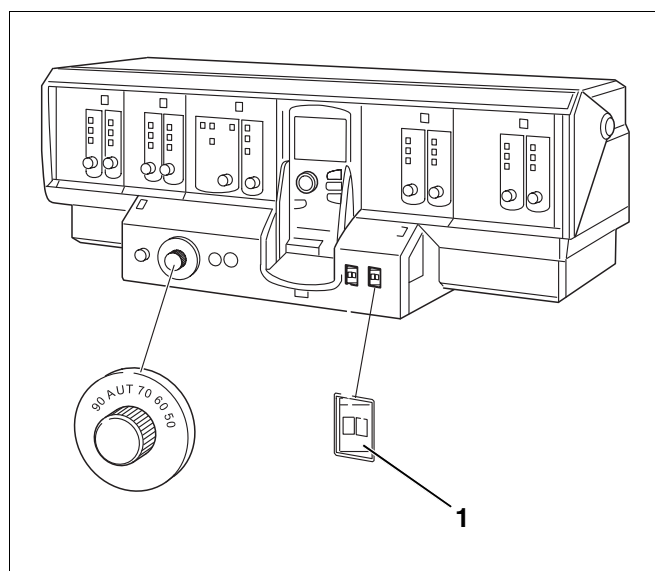

Fig. 49 Exemplificare: Logamatic 4311
- Întrerupătorul aparatului de reglare (fig. 49, **poz. 1**) se comută în poziția "0".